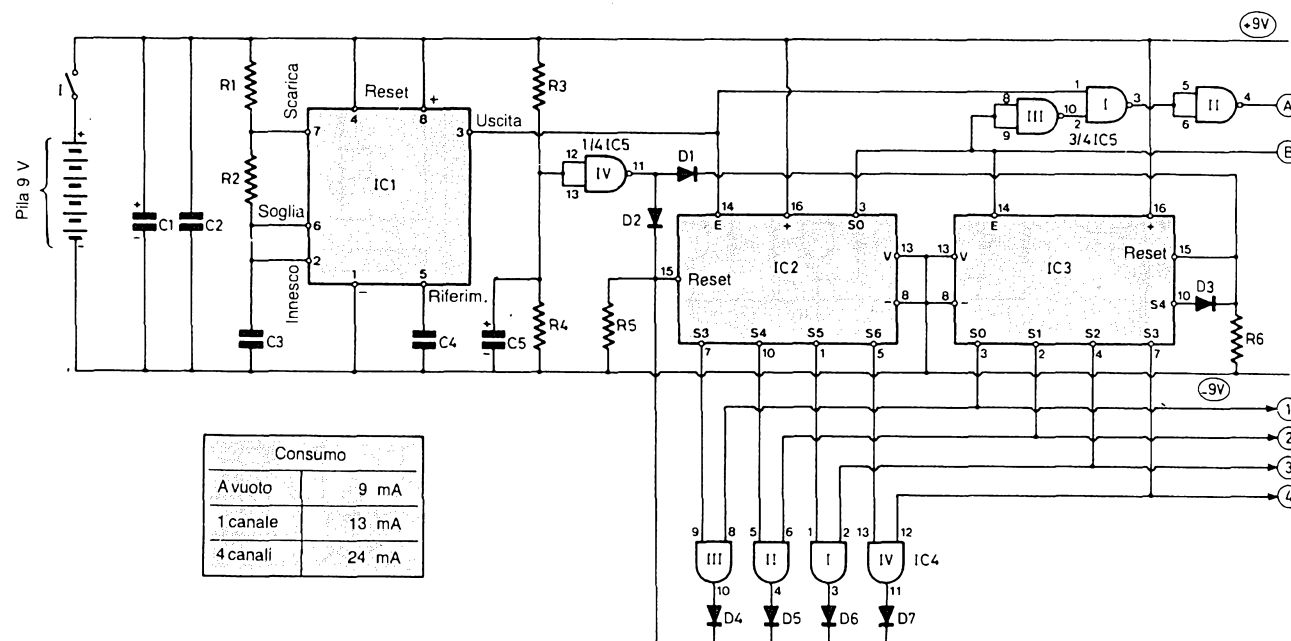

Fig. 4. Schema dell'alimentazione della base dei tempi della codificazione e dell'ottenimento della codifica, con l'impiego di circuiti integrati molto diffusi.
**L'alimentazione.** Dato che il trasmettitore deve essere necessariamente un apparecchio autonomo la sorgente d'energia adottata è ovviamente una pila (vedere **fig. 4**). Il consumo è relativamente esiguo: 9 mA a vuoto (interruttore su acceso) e da 13 a 24 mA a seconda che si comandi un canale o i quattro canali
I condensatori  $C_1$  e  $C_2$ , come si può notare sempre dalla fig. 4, disaccoppiano la sorgente d'alimentazione dai vari stadi oscillatori.
La base dei tempi di codifica. È il classico NE555 (vedere fig. 4) che genera un segnale quadro di 90 Hz. Ricordiamo, ancora una volta, che il periodo del segnale d'uscita del montaggio da oscillatore di questo integrato è uguale a  $0,7 (R_1 + 2R_2) C_3$  e che il rapporto ciclico equivale al quoziente